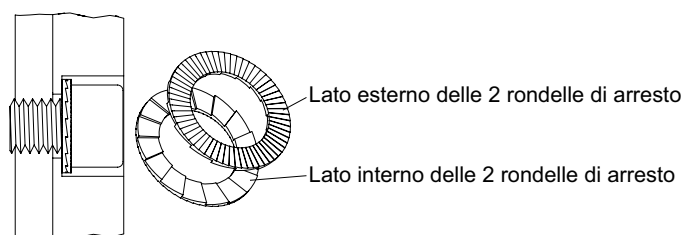

Figura 12 Posizione di montaggio delle rondelle di arresto Nord-Lock®
- Inserire la rondella di sicurezza (8/2; 9/2) con la vite a testa cilindrica (8/1; 9/1). Osservare la posizione di montaggio della rondella di sicurezza (8/2; 9/2) - vedi figura 12 Posizione di montaggio della rondella Nord-Lock®.
- Inserire rondella di sicurezza (10/2) e O-ring (10/3) con la vite a testa cilindrica (10/1). Osservare la posizione di montaggio della rondella di sicurezza (10/2) - vedi figura 12 Posizione di montaggio della rondella Nord-Lock®.